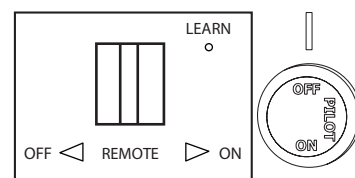

Fig. 17: receptor y perilla de control
- Coloque el interruptor del receptor en la posición "ON" (encendido) (consulte la Fig. 17).
3. Gire la perilla de control en dirección de las manecillas del reloj ↻ hacia la posición OFF (APAGADO) (consulte la Fig. 17).
4. Espere cinco (5) minutos para que se despeje el gas. Luego verifique si hay olor a gas, incluso cerca del piso. Si percibe olor a gas, ¡DETÉNGASE! Siga "B" en la información de seguridad que aparece la página antes de esto. Si no hay olor a gas, proceda con el próximo paso.
5. Presione levemente la perilla de control de gas y gírela en dirección contraria a las manecillas del reloj ↻ hasta la posición "PILOT" (piloto) (consulte la Fig. 17). Presione la perilla de control.